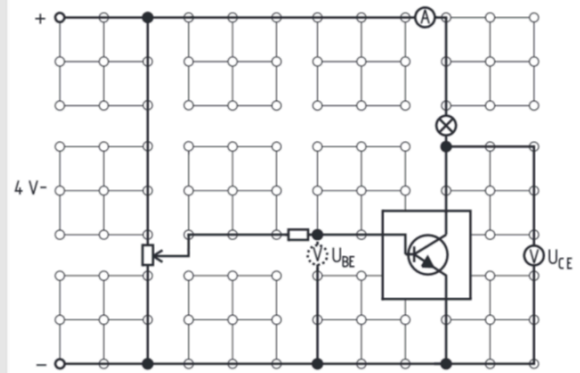

Abb. 1
- Baue den Versuch entsprechend der Abb.1 auf. Schalte das Netzgerät ein und stelle eine Gleichspannung von 4 V ein.